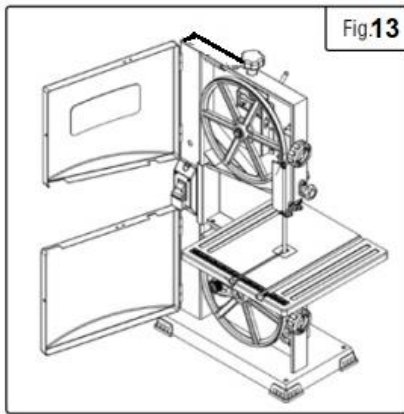

Рис. 13
2. Откройте верхнюю и нижнюю дверцы (Рис. 13).